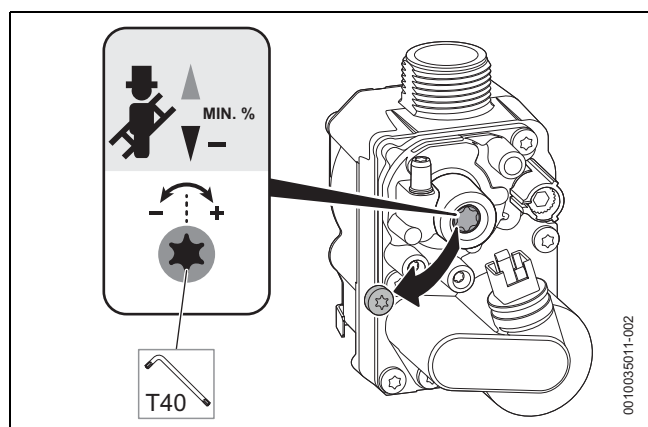

Fig. 54 Réglage de la teneur en CO₂ ou en O₂
- Retirer le scellé sur la vis de réglage du bloc gaz (seul le bloc gaz est présenté sur la figure 54) et régler la teneur en CO₂ ou en O₂ pour la puissance utile minimale.